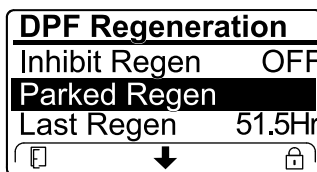

Bild 50
- Wenn der Motorcomputer eine Wiederherstellung-Regenerierung anfordert oder eine Wiederherstellung-Regenerierung ausführt und Sie auf die Option PARKED REGEN navigieren, ist die geparkte Regenerierung gesperrt und das Schloss-Symbol (Bild 50) wird unten rechts im InfoCenter angezeigt.